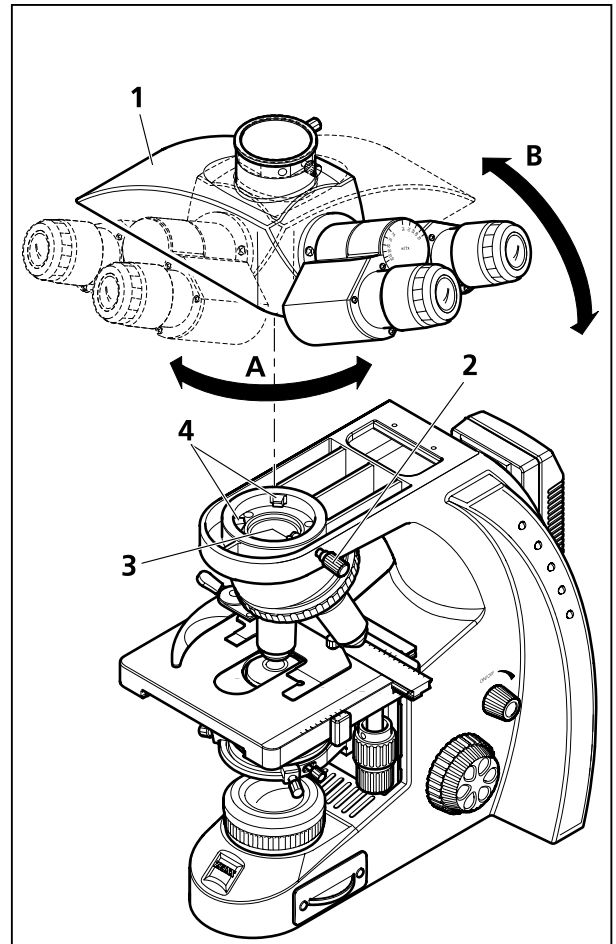

Bild 26 Tubus wechseln
- Klemmschraube (Bild 26/2) lösen, vorhandenen Tubus (Bild 26/1) um ca. 90° nach rechts drehen (Bild 26/A) und auf der rechten Seite nach oben abnehmen (Bild 26/B).
- Den zu montierenden Tubus (die Okulare zeigen nach rechts) mit dessen Ringschwalbe leicht schräg unter die beiden Halteelemente (Bild 26/4) in das Stativ einsetzen.
- Dann den Tubus waagrecht auf das Stativ aufsetzen. Dabei muss sich die Nut an der Unterseite des Tubus über dem dritten Halteelement (Bild 26/3) des Stativs befinden.
- Tubus um 45° nach links drehen (Okulare zeigen nach vorn), am Stativ ausrichten und Klemmschraube (Bild 26/2) festziehen.